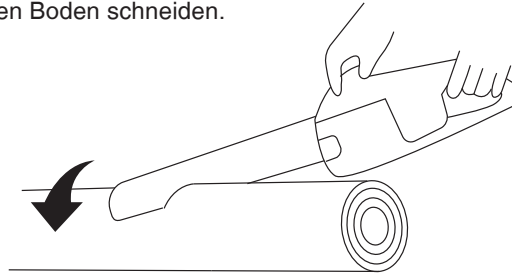

Abbildung 7
- Wenn die gesamte Länge des Stamms auf dem Boden oder einer anderen Oberfläche aufliegt, führen Sie stattdessen einen unteren Schnitt (von unten nach oben) durch. (Siehe Abbildung 7.)